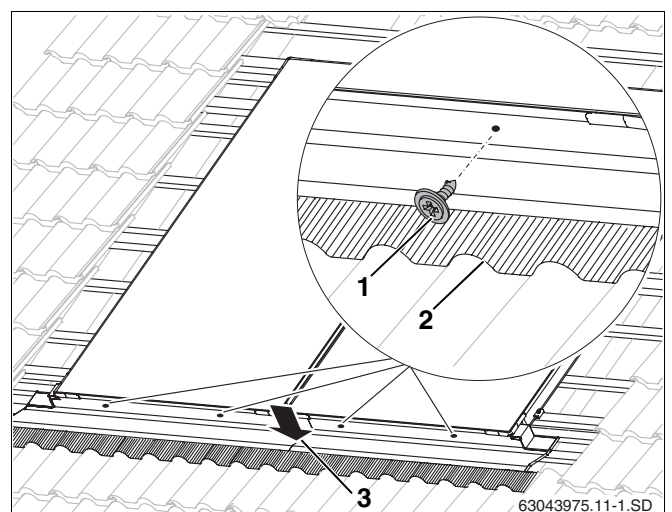

Abb. 48 Befestigung der unteren Bleche
- Die Bleche in den Körnungen mit Schrauben (12 mm lang, Abb. 48, **Pos. 1**) und Dichtscheiben befestigen.
- Das oben liegende Abdeckblech auf das unten liegende andrücken (Abb. 48, **Pos. 3**).
- Bleischürzen vorsichtig im vorderen Bereich der Dachpfannenkontur (Abb. 48, **Pos. 2**) anpassen.